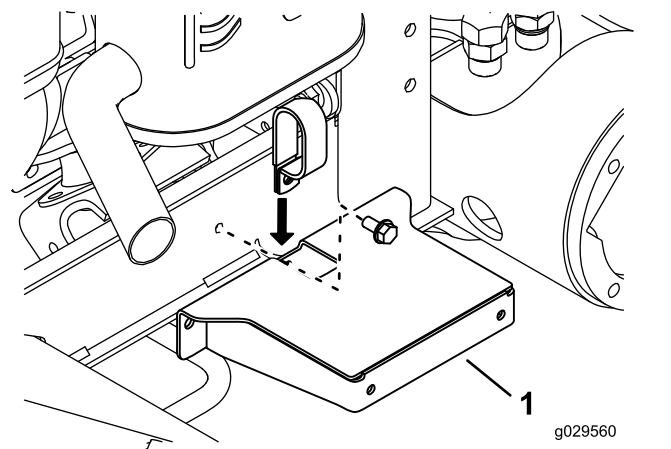

図 18
5. ホースクランプの底部をフェンダのマウントの上部についているスロットに通す 図 18。
11. ホースクランプとフェンダのマウントをフレームのチャンネル材に仮止めするホースクランプ、ボルト、ナットを使用 図 18 を参照。